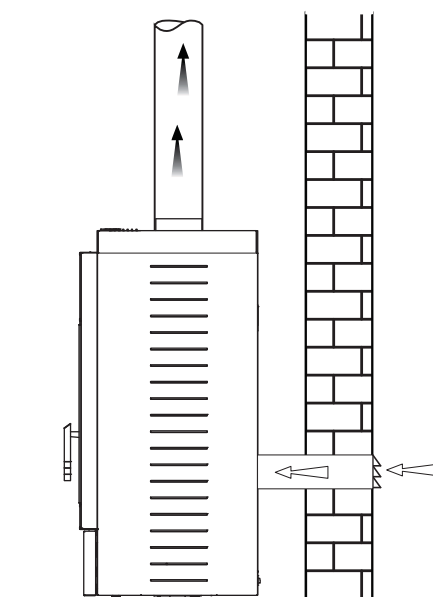

Fig. 5.6
- para garantizar un mayor confort en la estancia, se puede conectar la entrada del aire comburente de la estufa a la toma de aire mediante un conducto específico (Fig. 5.6).